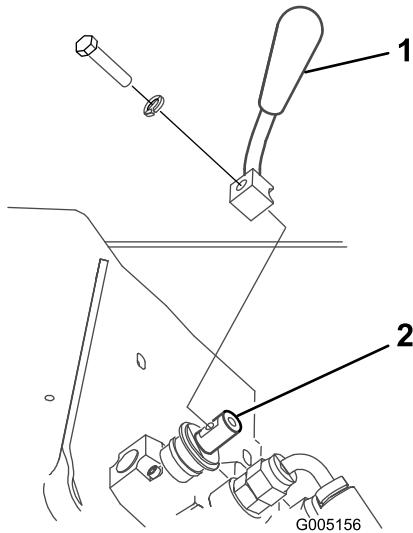

Рисунок 4
- Прикрепите рычаг к клапану переключения скоростей с помощью болта и стопорной шайбы, как показано на Рисунок 4.